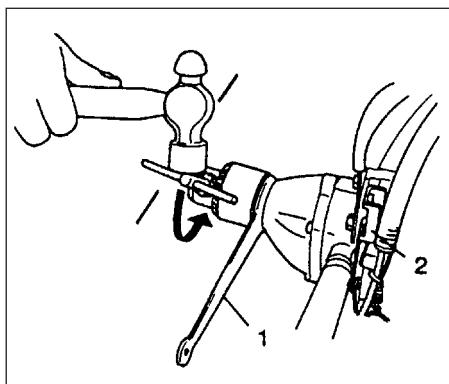

Fig. 2-6
● Para apertar o porta-brocas com mais segurança, coloque uma chave de 19mm (1) entre a caixa de transmissão e o porta-brocas para travar o eixo de accionamento. Actue na alavanca de travamento (2) e depois bata a chave com o martelo para enroscar (em sentido dos ponteiros do relógio) o porta-brocas. (TED-270PFL/270PFLS/270PFDH/270PFDLS/270PFHS) (Fig. 2-6)